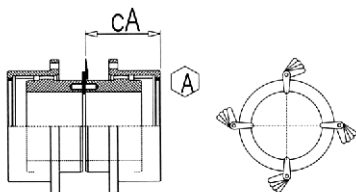

Bild 01
- H.1 Um die Winkelabweichung zu ermitteln, die an den Referenz-Stirnflaechen der Naben ermittelten Parallelitaetswerte nach dem naechsten Schema bearbeiten. Diese Werte werden ermittel, indem eine Fuehlerlehre zwischen den Stirnflaechen der Naben eingeschoben wird. Eine erste Messung auf  $360^\circ$  wird durchgefuehrt um die Lage des kleinsten und groessten Abstandes zu bestimmen, dann, so wie in Fig. 01/A beschrieben, werden vier Messungen in  $90^\circ$  - Abstand durchgefuehrt. Die groesste Differenz von zwei gegeneuberliegenden Messungen ist der Wert  $\Delta A$ .